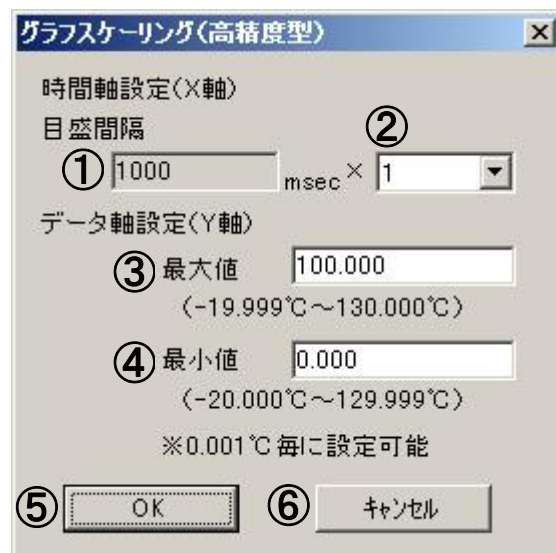

図 5-5-1 (2) グラフスケーリング (高精度型) 画面
(2) グラフスケーリング (高精度型)
計測精度型選択画面 (図 5-3-3) で高精度型を選択した場合で、メイン画面 (図 5-2-1) で[表示]メニューの[グラフスケーリング]をクリックすると画面が開きます。グラフスケーリング (高精度型) 画面を以下の図 5-5-1 (2) に示します。